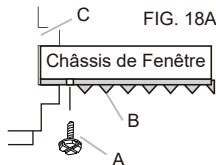
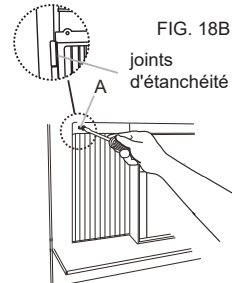

FIG. 18A
FIG. 18B
2. Utilisez un foret de 1/8" pour percer un trou de départ dans le pied supérieur de chaque panneau de remplissage de fenêtre et dans le châssis de fenêtre (Fig. 18A et Fig. 18B). Connectez avec une vis de 10x1/2".
3. Si nécessaire, découpez les joints d'étanchéité à la longueur nécessaire, décollez le dos protecteur et utilisez-les pour boucher tous les trous. Voir la Fig. 18B.